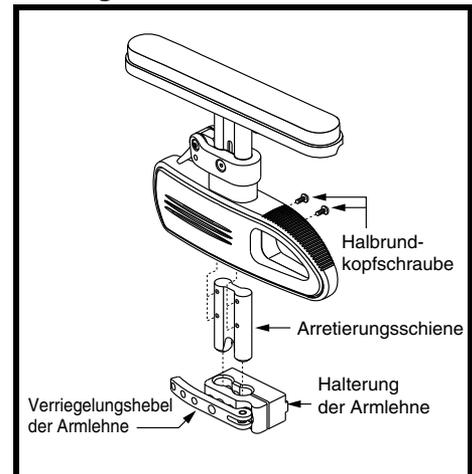

Abbildung 29. Anpassung der unteren Höhe bei der schnell höhenverstellbaren Armlehne in Kindergröße und mit einer Stütze
1. Entfernen Sie die beiden Halbrundkopfschrauben aus der Arretierungsschiene. **Siehe Abbildung 29.**